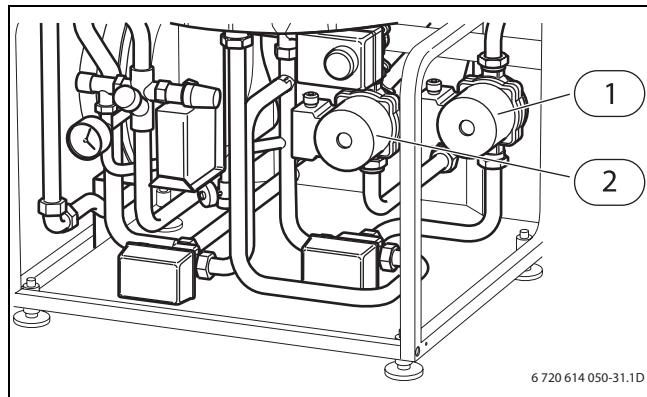

Fig. 98 Tilkoblingsfriom innvendig enhet
- ▶ Kontroller om varmebærerpumpen har stanset (→ fig. 98 på side 64).
- ▶ Kontroller om primærpumpen har stoppet (→ fig. 98, [1], side 64).